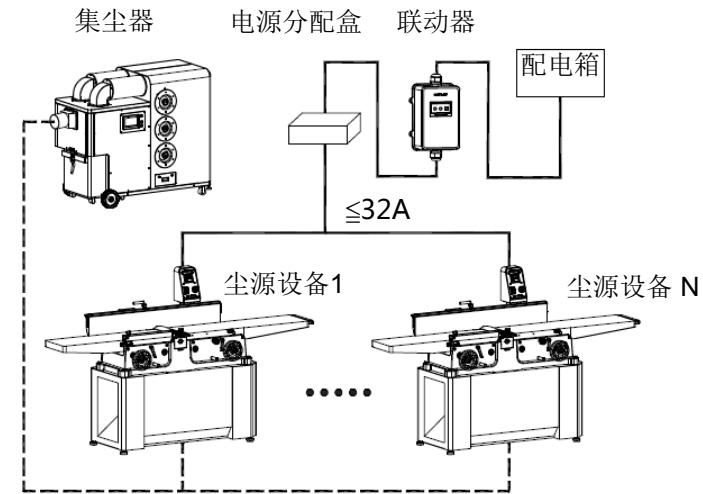

图 7
安装方式A：一台集尘器+一台联动器+多台尘源设备组合工作，见图7；
1) 如图 7 所示，将联动器接入系统中。